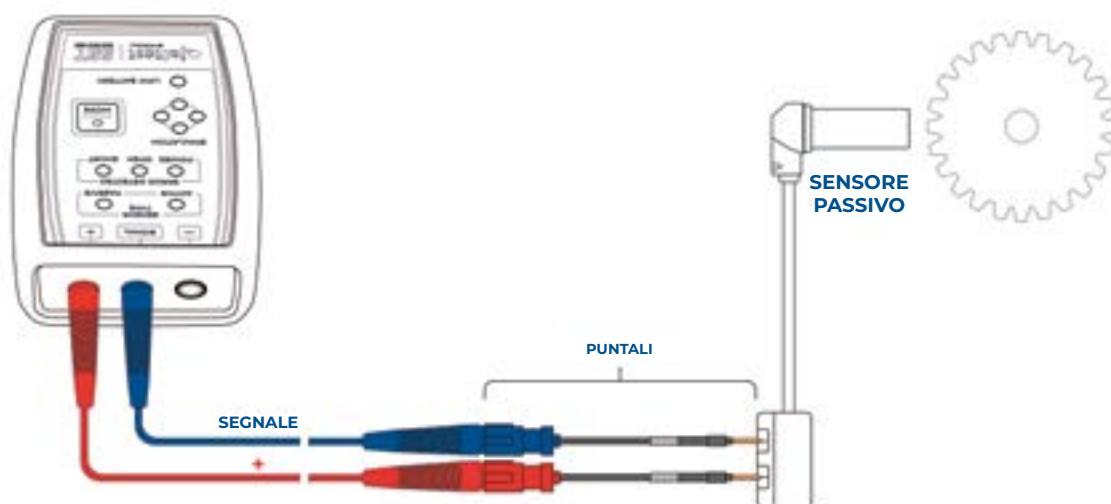

FIGURA 3
- 1 Scollegare il sensore di velocità del veicolo e collegare al suo posto il dispositivo Jaltest SST mediante il kit dei cavi a puntali secondo la FIGURA 3 della sezione diagrammi di connessione (è possibile collegare i puntali alla ECU o a un connettore intermedio).
- 2 Accendere il dispositivo ed entrare in modalità di Simulazione Sensore Attivo agendo sul pulsante di selezione della modalità (1) in accordo alle pressioni descritte nella tabella delle funzioni della pag. 6. Devono essere accesi i led di Simulazione e di Sensore Attivo, così come quelli degli errori che possono apparire.